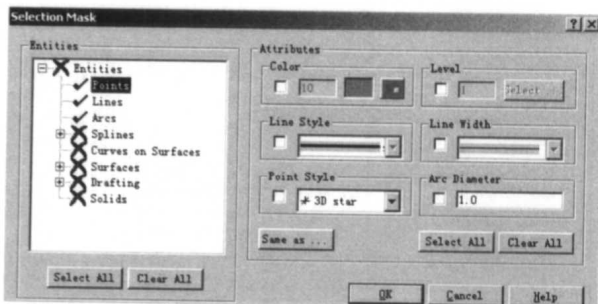

图 1-33
(5) 改进了限定选择。选 Delete→Duplicate→Masking(删除→重复的→限定的)命令,显示“限定选择”对话框,如图 1-33 所示,有“√”标记的表示要选的图素。